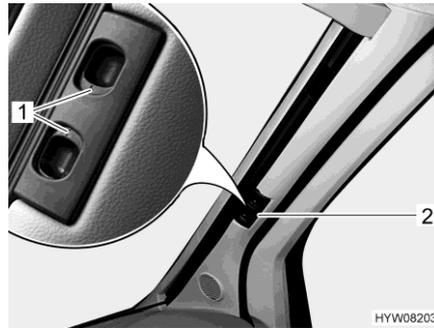

Fig. 108 Dispositif occultant plissé (pare-brise)
- Presser les poignées de déverrouillage (Fig. 108,1) et les maintenir pressées.
- Tirer le dispositif occultant plissé pour le pare-brise par la poignée (Fig. 108,2) vers le centre de la fenêtre.
- Pousser les deux moitiés du dispositif occultant plissé pour le pare-brise par la poignée (Fig. 108,2) à fond vers l'extérieur. Soulever la poignée à la hauteur de l'évidement de verrouillage.
- Lâcher les poignées de déverrouillage (Fig. 108,1) et les faire s'enclencher.